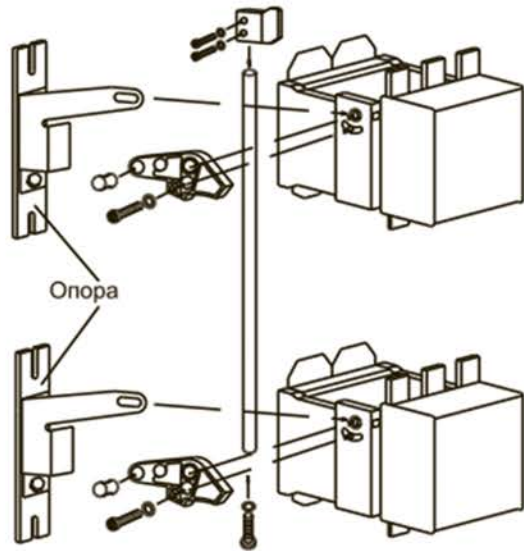

Рисунок 6
2. 2. 1 Конструкция реверсивного контактора вертикального крепления, см. рисунок 6.
2. 2. 1. 3 При сборки реверсивных контакторов вертикального крепления, использующих NC2-265-800 , необходимо установить опору под , см. рисунок 6, 7.